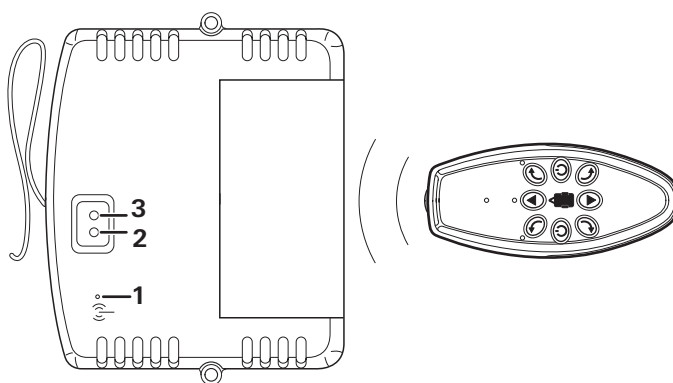

Figura 12
- Premere il tasto di reset (figura 12 - 1) sulla centralina con un oggetto sottile, ad esempio l'antenna della centralina. Ora il LED verde e quello rosso (figura 12 - 2/3) sulla centralina lampeggiano alternativamente.